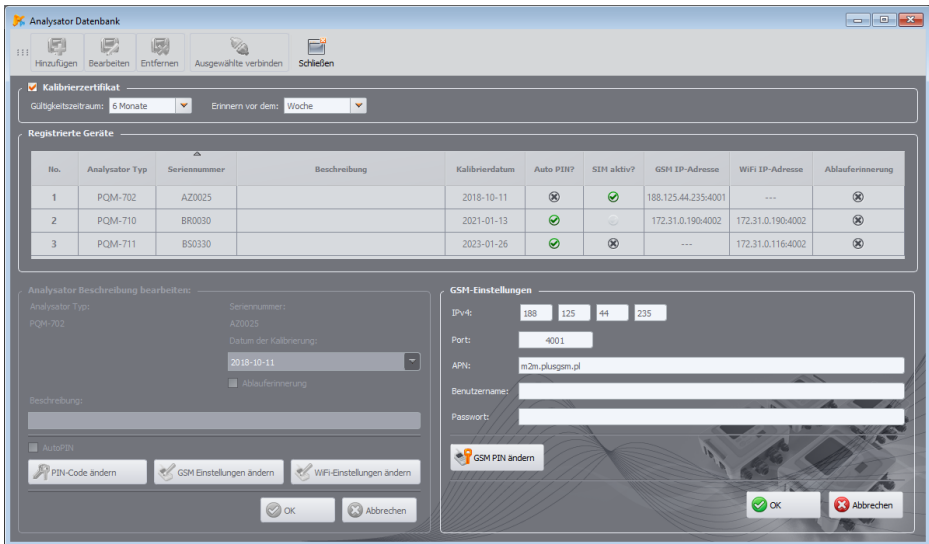

Abb. 41. Eingabe von GSM-Einstellungen in die Analysatordatenbank.
- Es erscheint die Meldung „*Analysator ist nicht verbunden*“, gleichzeitig wird ein Offline-GSM-Einstellungsfeld angezeigt, in das die IP-Nummer des Analysators eingegeben werden kann (Abb. 41).